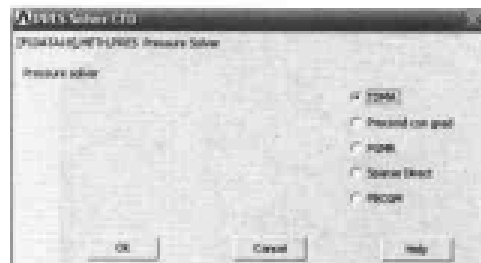

图 14-49 压力求解器设置对话框
(14) 选择 Main Menu | Solution | FLOTRAN Set Up | CFD Solver Control | PRES Solver CFD 命令, 出现 PRES Solver CFD 对话框, 选中 TDMA 单选按钮, 如图 14-49 所示, 单击 OK 按钮, 出现 TDMA Pressure 对话框, 在 No. of TDMA sweeps for pressure 文本框中输入 100, 单击 OK 按钮关闭该对话框。